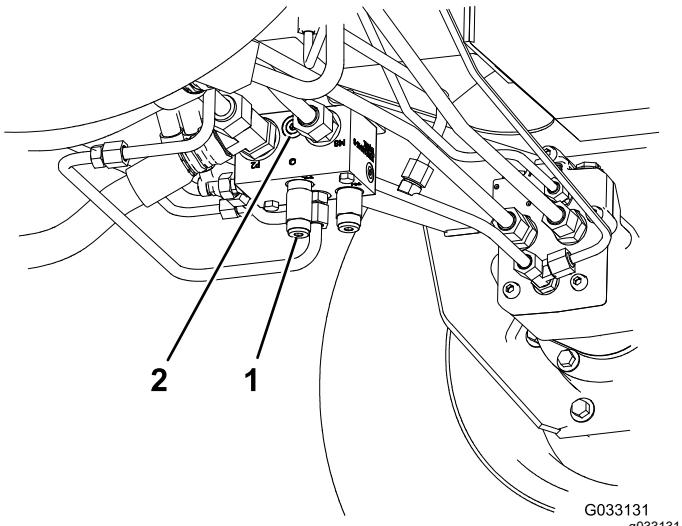

図 43
- 後部走行マニホールドのポート M8 と P2 との間にあるマークなしのポートに故障診断用フィッティングを取り付ける図 43。